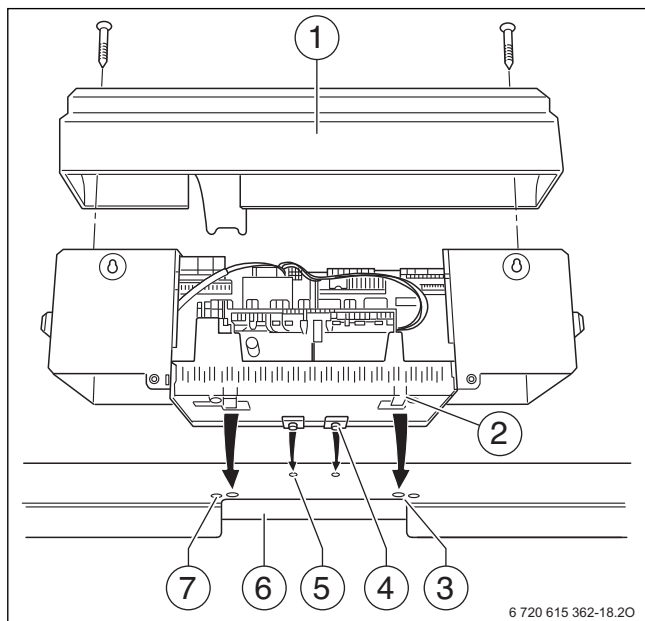
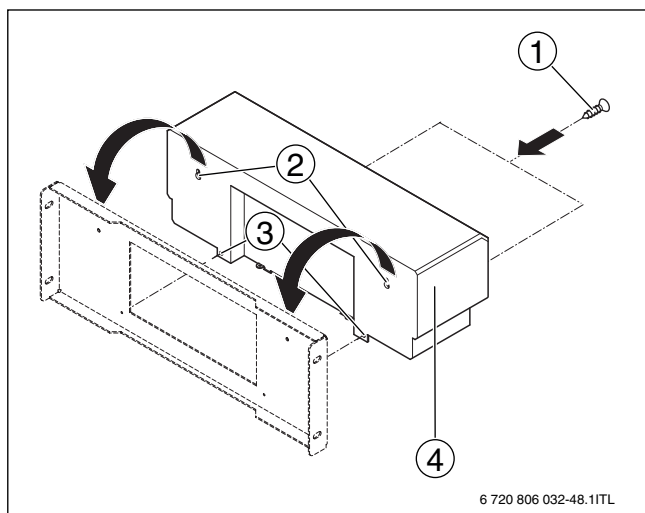

Рис. 21 Монтаж системы управления на котлах 120 - 820 кВт
Рис. 22 Монтаж системы управления на котлах 1040 - 1850 кВт
На рис. 21 система управления (без задней стенки) и кронштейн [1] показаны сзади.
На рис. 22, стр. 21 изображен вид сзади системы управления.
- ▶ Отверните два винта [1] на крышке. Снимите крышку [2] вверх (→ рис. 21).
- ▶ Выньте две заглушки (→ рис. 22, [2]) из системы управления.
- ▶ Повесьте систему управления (→ рис. 22, [4]) на цапфы кронштейна на стороне котла.
- ▶ Установите крышку на систему управления (→ рис. 21 и рис. 22, стр. 21).
- ▶ Закрепите крышку винтами (рис. 21, стр. 21 и рис. 22, стр. 21).